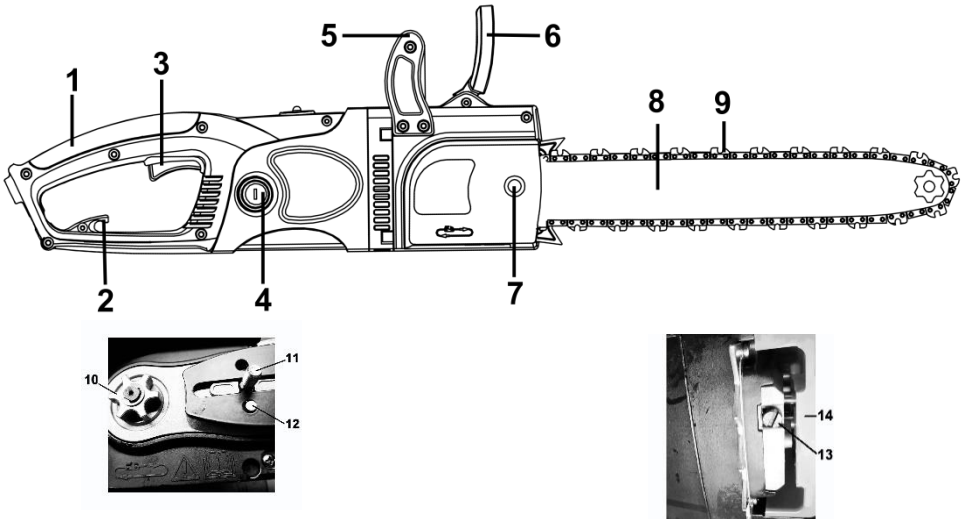

Рисунок 1
90° через конічний редуктор; системи зчеплення з відцентровою муфтою та гальмами – згідно рис. 1.
4.1.1 Для увімкнення виробу натисніть на кнопку блокування від випадкового увімкнення (розташована з лівого боку основної рукоятки), а потім на важіль перемикача (3) (рис. 1). Для відключення виробу слід важіль відпустити.